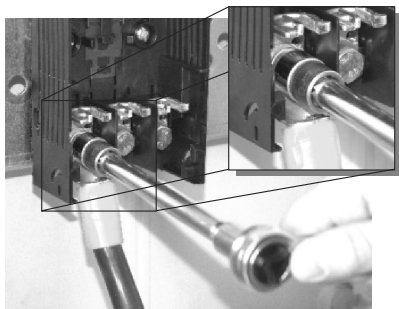

Figura 11
- Fije los conductores con M8 (Figura 11);